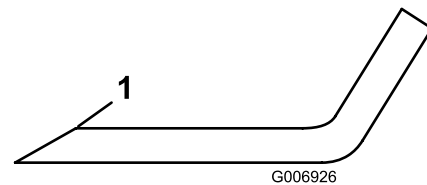

Bild 78
5. Untersuchen Sie die Schnittkanten aller Messer. Schärfen Sie alle stumpfen und ausgekerbten Schnittkanten. Schärfen Sie nur die Oberseite der Schnittkante und behalten dabei den ursprünglichen Schnittwinkel bei, um die Schärfe des Messers zu gewährleisten (Bild 78).
6. Wenn das Messer stumpf ist oder Kerben hat, schärfen Sie nur die Oberseite der Schnittkante und behalten den Originalschnittwinkel bei (Bild 78).